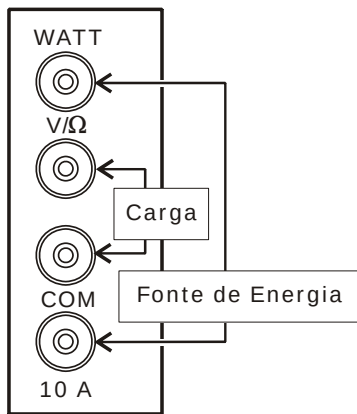

Figura 5-1.
- d.** Desligue a fonte de energia que vai alimentar a carga a ser medida e então faça as conexões como na figura 5-1.